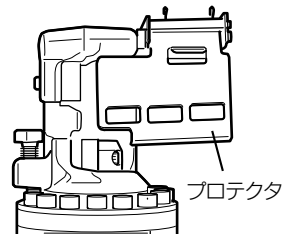

図 6
- 鉄筋はカットブロックの間に深くはさんでください。浅い位置で切断するとカットブロックを損傷したり、切断片が飛ぶこともあり、事故の原因になりますので、付属のプロテクタを取付けてください。(図 6)